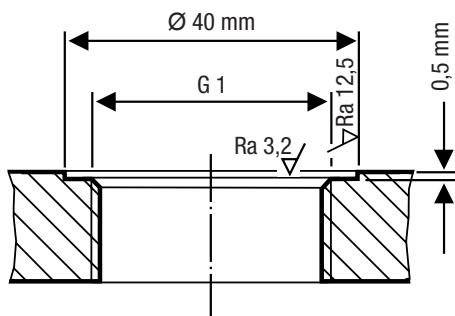

Fig. 10
- Controleer de afdichtvlakken van de desbetreffende tanksok of de flensdeksel op correcte technische afwerking, zie Fig. 10.
De afdichtvlakken moeten technisch overeenkomstig Fig. 10 correct zijn afgewerkt.